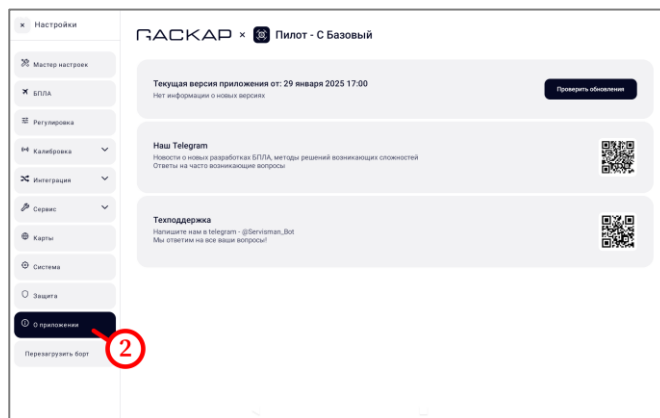

Рисунок 55
- в боковом меню выбрать пункт « О приложении» (рисунок 55, шаг 2);